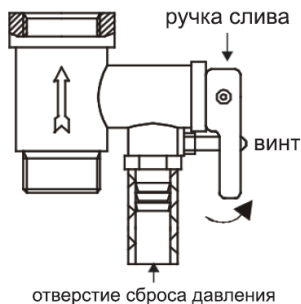

Рисунок 5
6. Чтобы слить воду из внутреннего бака, можно воспользоваться сливным, также воду можно слить через предохранительный клапан (открутить сливной винт предохранительного клапана и перевести ручку слива в верхнее положение, при этом кран выхода горячей воды должен быть открыт, а кран подачи холодной воды в водонагреватель должен быть перекрыт) (см. рисунок 5).